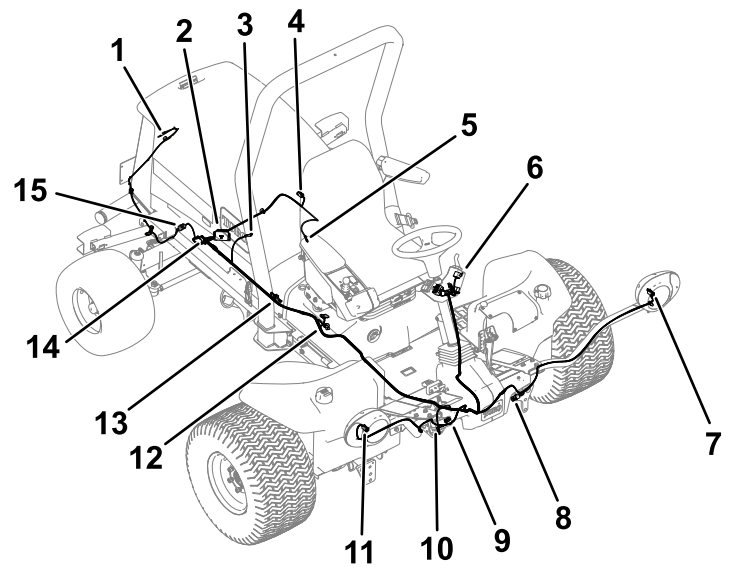

Figur 13
2. Monter ratstammens monteringsbeslag på ratstammen ved hjælp af monteringsbeslaget, 2 bræddebolte og 2 flangemøtrikker (Figur 13).